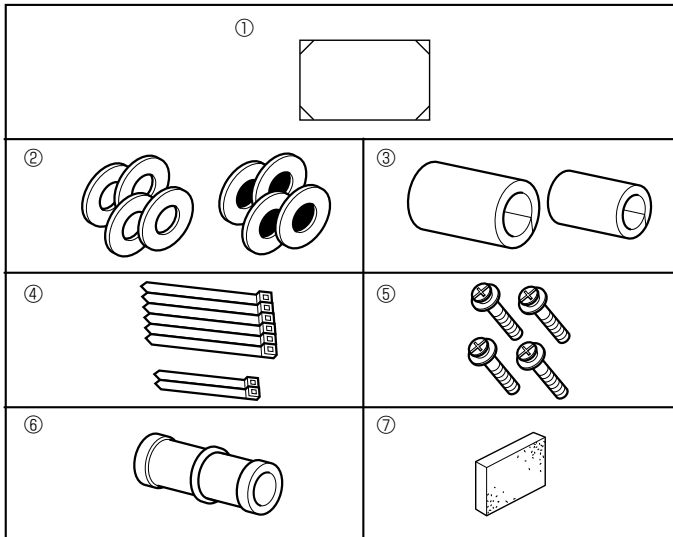

Fig. 2-1
2.1. İç ünite aksesuarlarını kontrol edin (Fig. 2-1)